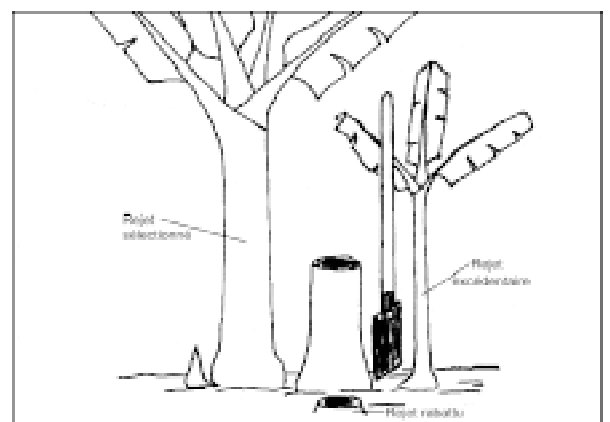

Figure 9: L'œilletonnage et la sélection des rejets
2.4.6 L'œilletonnage et la Sélection des rejets (Fig 9)